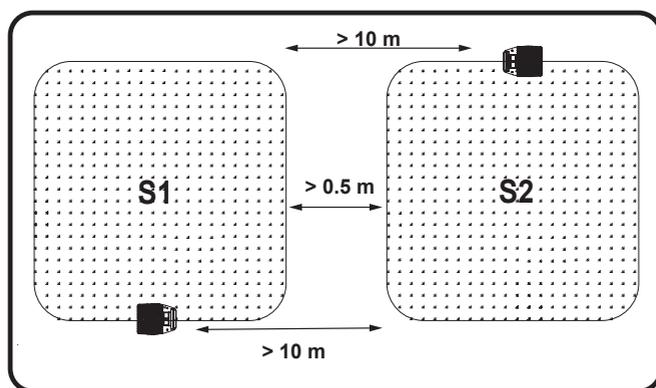

Fig. 28
- Pour modifier le signal, appuyer sur l'interrupteur de signal (17) de la station de charge (12), puis placer correctement la machine sur la station de charge (17) et attendre 5 secondes. La machine modifie automatiquement le signal (Fig. 28).